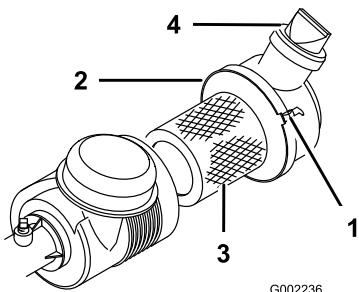

Figura 38
Verifique se existe algum dano no corpo do filtro de ar que possa provocar uma fuga de ar. Verifique se a cobertura está devidamente selada no filtro de ar. Substitua o corpo do filtro de ar se este se encontrar danificado. Aperte a válvula (Figura 38) antes de cada utilização, para eliminar quaisquer sujidades ou detritos. Efetue a manutenção do filtro de ar a cada 100 horas de funcionamento.
3. Desaperte a correia do filtro de ar que prende a cobertura do filtro de ar do corpo do filtro de ar (Figura 38) e separe a tampa do corpo.
7. Prenda as correias (Figura 38).
4. Coloque a tampa com a válvula virada para baixo e prenda as correias (Figura 38).